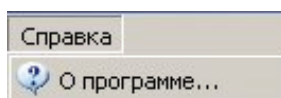

Рисунок 3.76
3.3.7 Меню **Справка** содержит Основного окна программы (см. рисунок 3.2) содержит выпадающий список (см. рисунок 3.76), в котором: